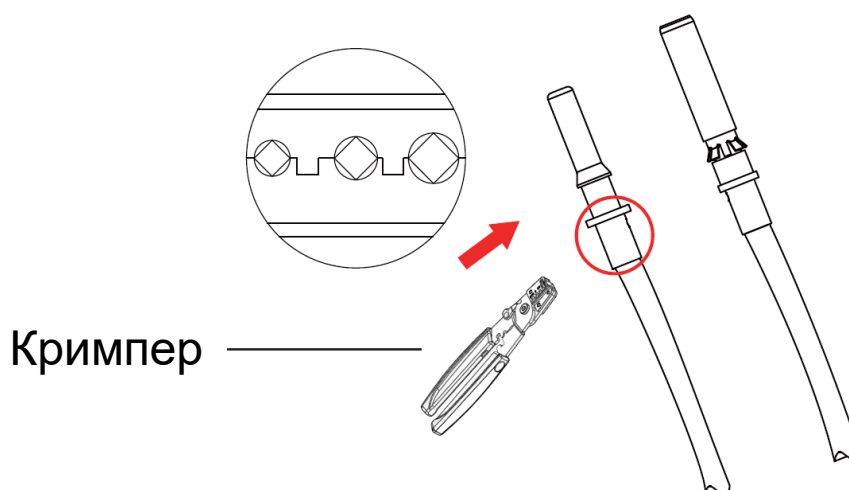

Рисунок 5.4. Обжим контактного штыря с кабеля.
- Контактный штырь с зачищенным кабелем следует обжать кримпером, см. Рисунок 5.4.